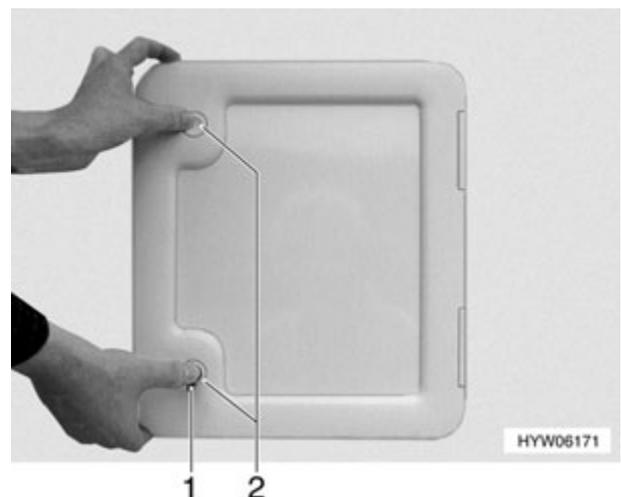

Fig. 179 Ouverture du portillon Thetford
Le portillon pour la cassette Thetford (Fig. 179) se trouve à l'extérieur du camping-car :
- Ouvrir le verrou de pression (Fig. 179,1) avec la clé.
- Appuyer les deux verrous à pression (Fig. 179,2) en même temps et ouvrir le portillon Thetford.